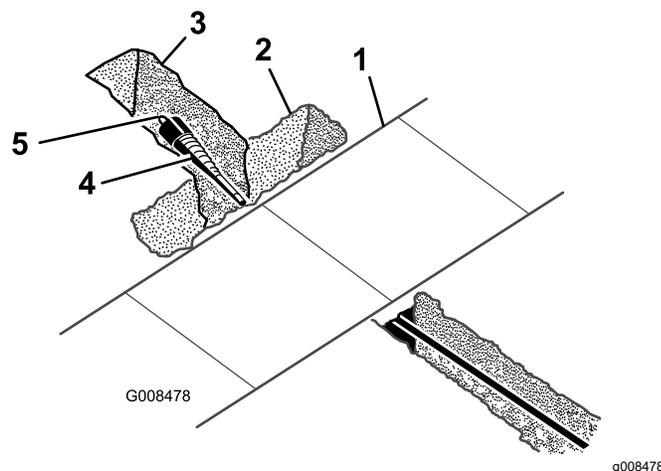

Figura 6
1. Usando una pala, cave con cuidado alrededor de la broca, eliminando suficiente tierra para poder retirar la broca (Figura 6).
2. Retire la broca y acople el escariador (Figura 6).
3. Conecte el cable o la tubería a instalar al conector giratorio del escariador (Figura 6).